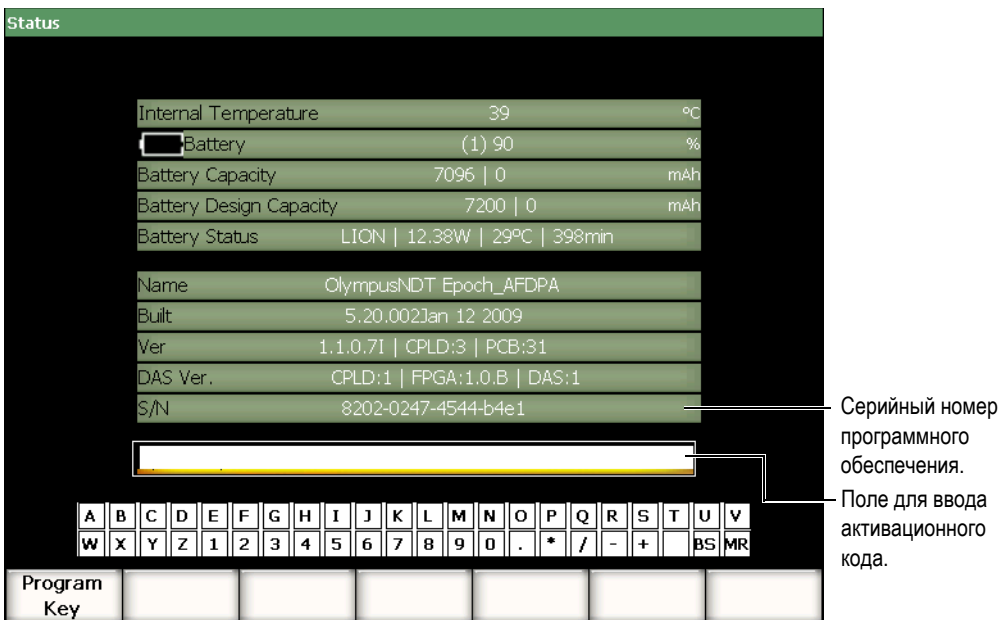

Рис. 11-1 Окно для ввода активационного кода
1. В меню 3/5 > **Inst Setup** > **Status** откройте страницу **Status**, показанную на Рис. 11-1 на стр. 198.
5. При помощи виртуальной клавиатуры введите активационный код в поле над клавиатурой (см. Рис. 11-1 на стр. 198).